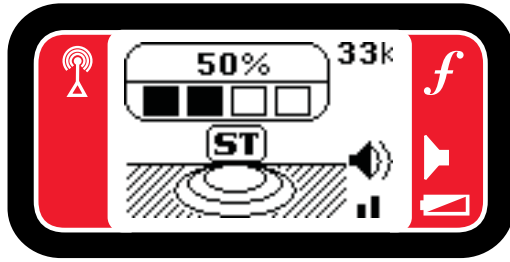

図18 - 誘導モード画面
3. 電源キーを押し \odot ST-33Qの電源をオンにします。誘導モードキーを押し、 \odot 直接接続モードと誘導モードを切り替えます(図18参照)。